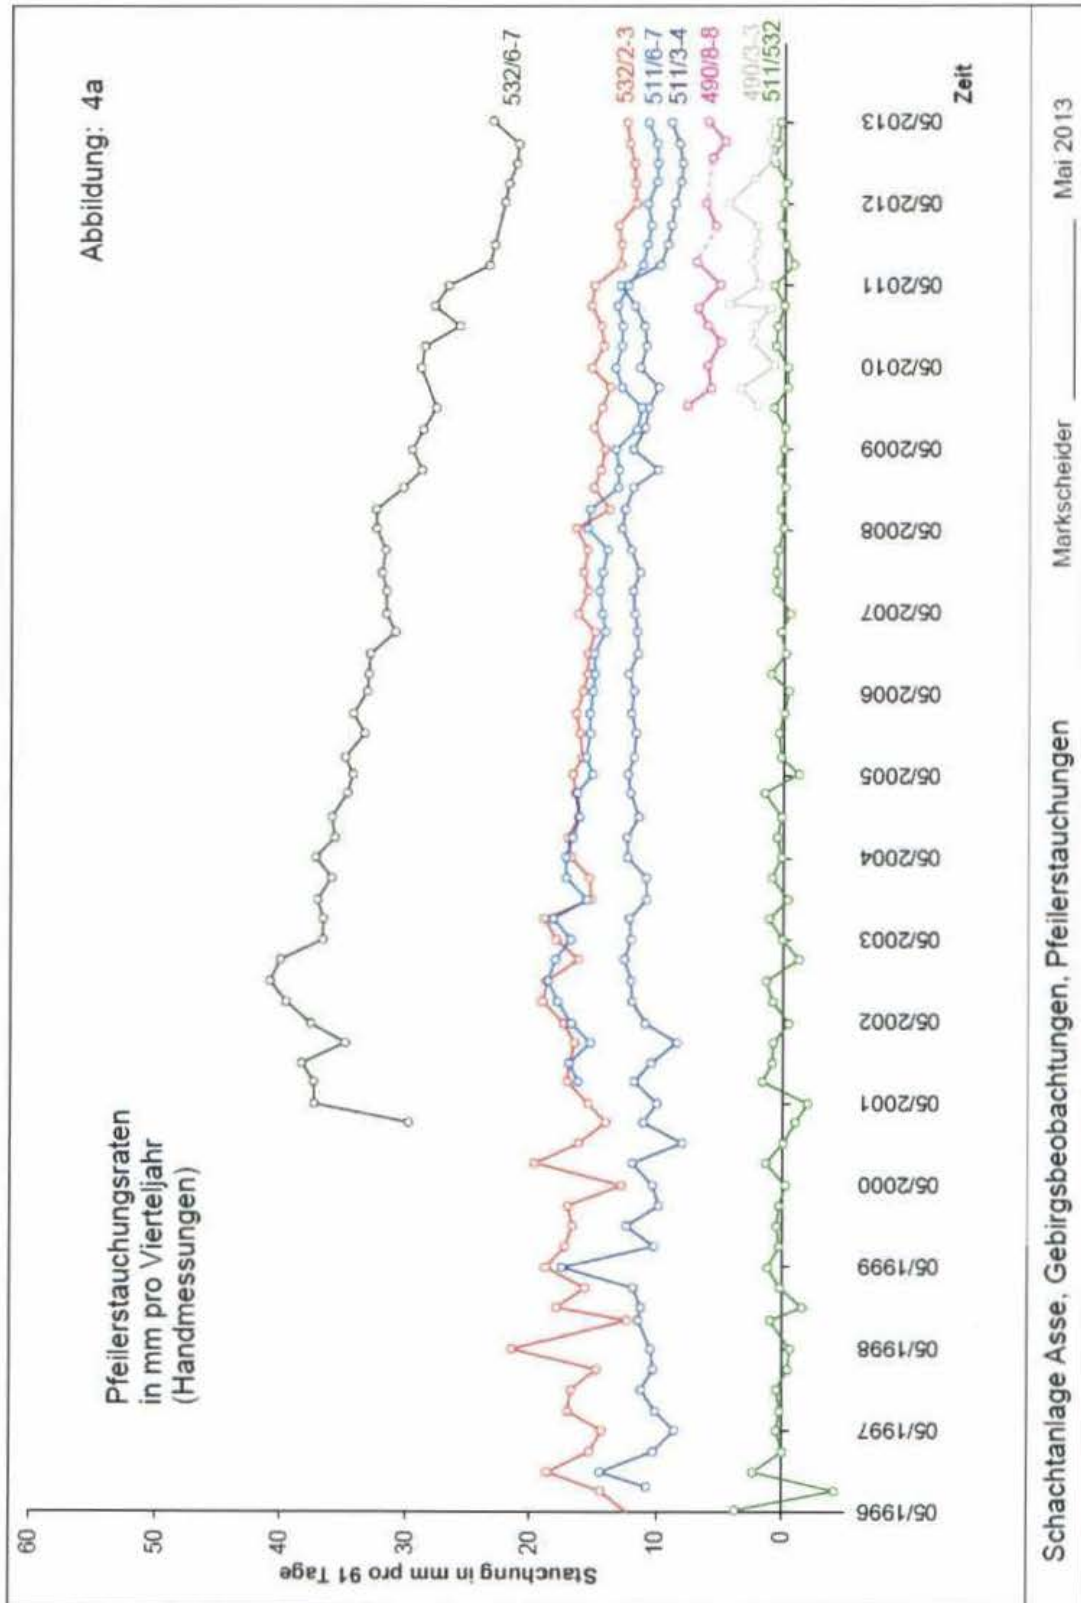

Abbildung 4a: Pfeilerstauchungsraten 511- und 532-m-Sohle [mm/91 Tage]
- Abbildung 4a: Pfeilerstauchungsraten 511- und 532-m-Sohle [mm/91 Tage]